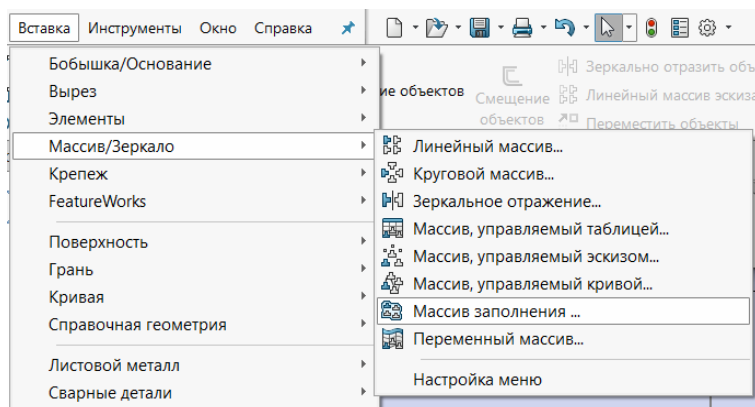

Рисунок 21 – выбор массива заполнения
24. В дереве модели выделить созданное отверстие. Нажать **Вставка – Массив/зеркало – Массив заполнения** (рис. 21).